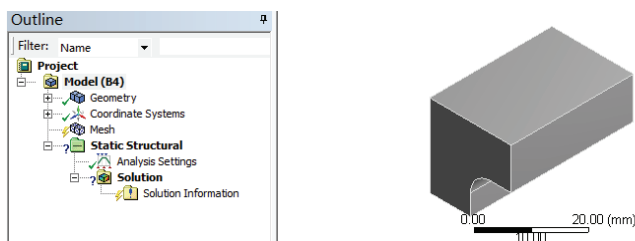

图 21-11 分析项目树结构图
1) 双击主界面项目管理区项目 A 中的 A3 栏 Model 项，进入 Mechanical 界面，查看分析项目树结构图，如图 21-11 所示，在该界面下即可进行网格的划分、分析设置、结果查看等操作。